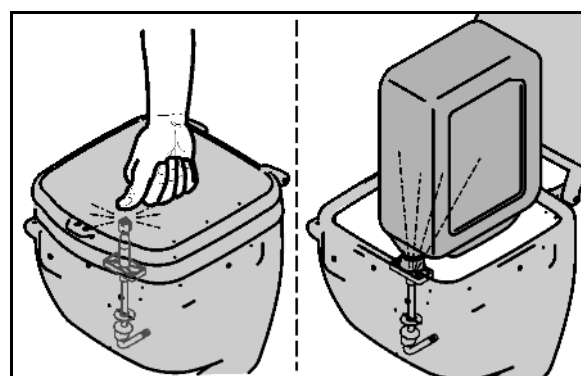

Fig. 56
- a tampa articulada pressiona o bico de lavagem do bidão para baixo (Fig. 56).